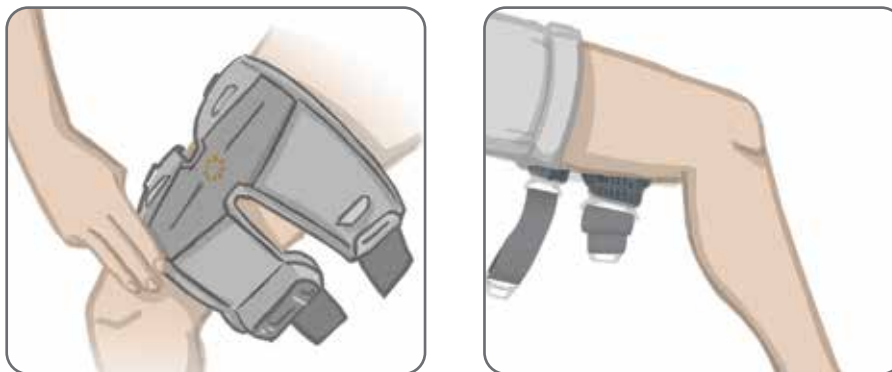

Bild 6-15: Korrekt position för lårmanschettens lokalisering (t.v. – position för quadriceps visas, t.h. – position för hamstringsmuskler visas)
3. Placera lokalisaren för lårmanschetten (en taktil fingermarkering) på lårets mittlinje, cirka tre fingerbredder ovanför knät. Se bild 6-15. Var noga med att placera lårmanschetten i läget som provats ut av din kliniska handläggare.